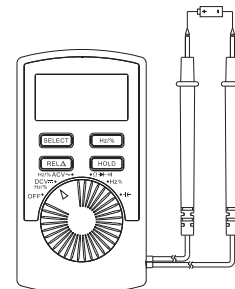

Рисунок 2
**5.1. Измерение постоянного напряжения (см. Рис. 2)**